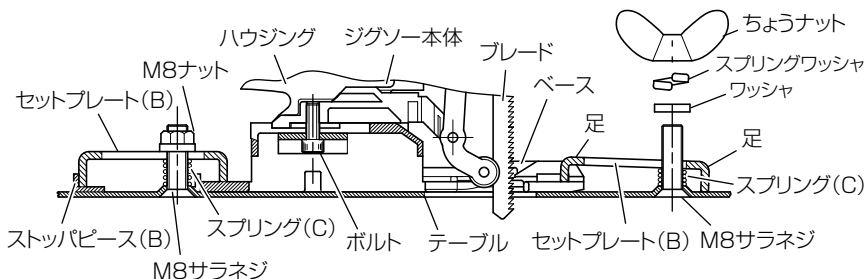

図 25
- (3) M8 サラネジにスプリング (C)、セットプレート (B)、ワッシャ、スプリングワッシャの順に取付け、つぎに、ブレード側の M8 サラネジにちょうナットを取付け、ハウジング側の M8 サラネジに M8 ナットを取付けます。(図 25)
- (4) ベース後端をストップピース (B) に突き当てたまま、ブレード側のセットプレート (B) は先端の段差部に引っ掛けてちょうナットを手で締め付けます。つぎに、ベースに収納されている六角棒スパナを直角に立て、ハウジング側のセットプレート (B) は一方の足をストップピース (B) の内側に、他方の足をベース形状に合せベース後端に斜めに取付け、M8 ナットをお手持ちのスパナを使用して締め付け、ジグソー本体をテーブルに確実に固定します。